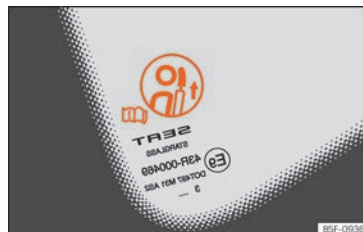

Fig. 91 Étiquette d'avertissement de la position de l'appuie-tête.
- En aucun cas les passagers arrière ne voyageront avec les appuie-tête en position de non-utilisation. Voir l'étiquette d'avertissement située sur la glace latérale arrière fixe »» fig. 91.